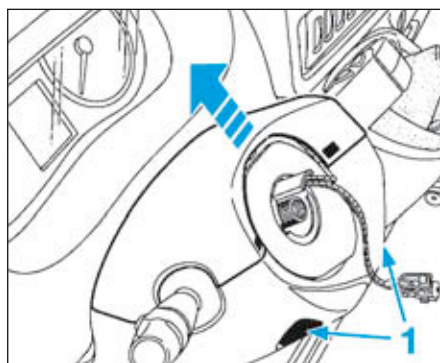

FIG.3
- Déposer les demi-coquilles de colonne de direction assemblées par les vis (1) (Fig.3).